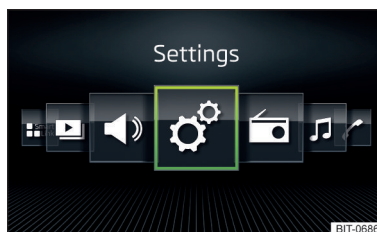

Fig. 136
- › Selectați opțiunea **Afișare rastru** » fig. 135 sau **Afișare orizontală** » fig. 136.